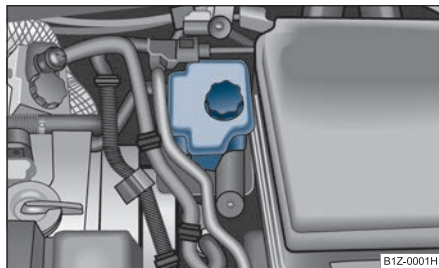

Fig. 214 Compartimentul motor: Rezervorul lichidului de frână
- Verificați nivelul lichidului de frână din rezervor ⇒ fig. 214. Nivelul trebuie să se găsească între marcasele „MIN” și „MAX”.